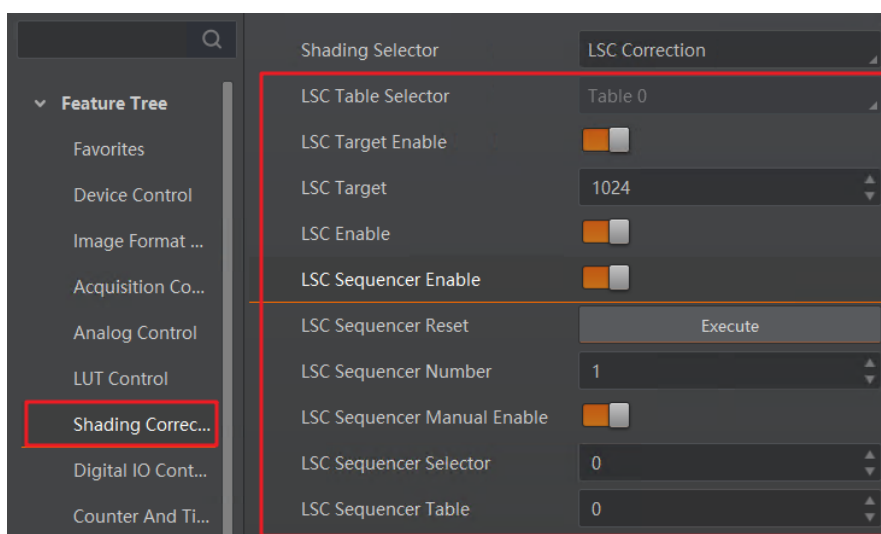

图12-17 LSC 轮询
2. 开启 *LSC Sequencer Enable* 使能，如图 12-17 所示。